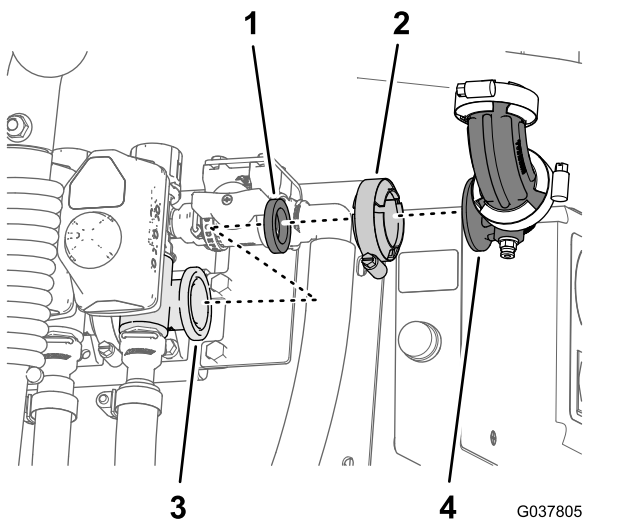

Рисунок 89
- Снимите фланцевый хомут, прямоугольное колено в сборе и прокладку на фланце клапана правой секции стрелы (Рисунок 89).